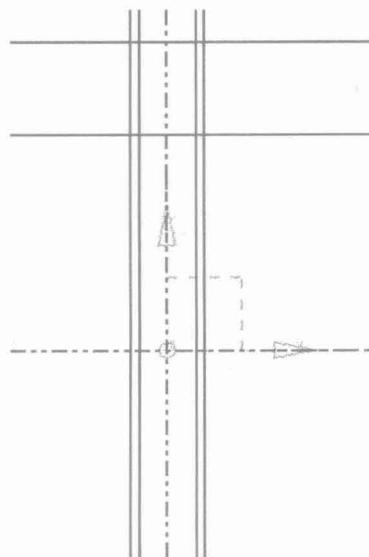

图 1-6 派生的线条
(5) 单击“特征”工具栏上的【派生的线条】按钮，拾取水平参考线，设置距离“54”，单击左键；设置距离“23”，单击左键。选择垂直参考线，分别设置距离“7”，设置距离“9”，单击左键、中键结束，如图 1-6 所示。